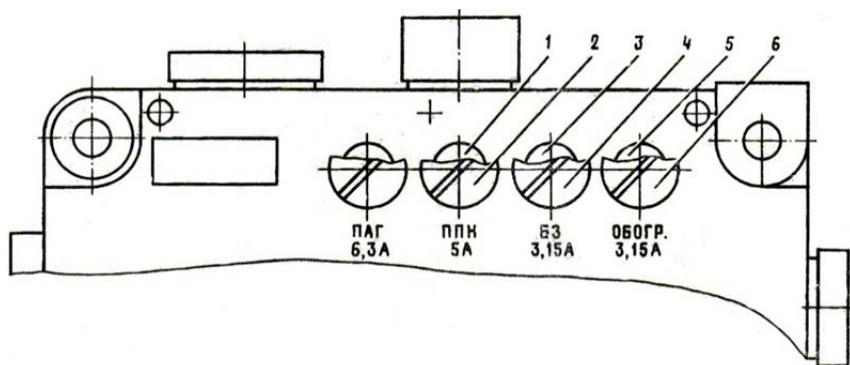

Рис. 2.43. Блок электронный:
- снять крышку 6 (рис. 2.43);
– снять крышки 2 и 4 (см. рис. 2.43);